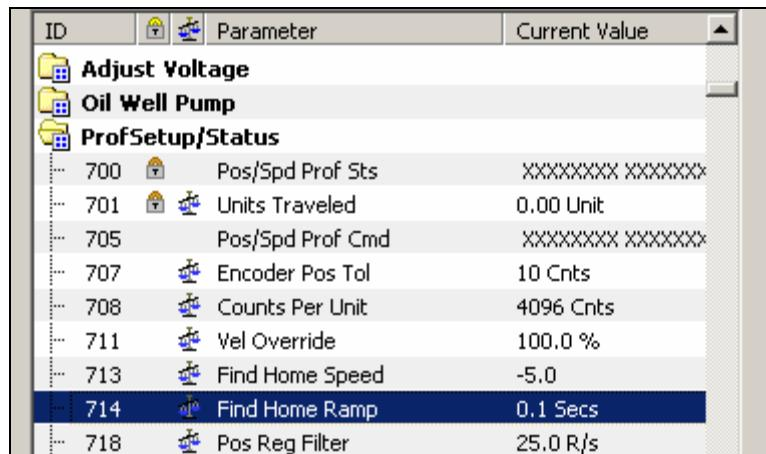

图 5-14 设置 Profsetup/Status 参数
(13) 在变频器参数列表中设置如表 5-13 所示的参数。参数 713[Find Home Speed]是变频器执行归位例程的速度，参数 714[Find Home Ramp]是变频器执行归位例程的加速度。参数设置过程如图 5-14 所示。